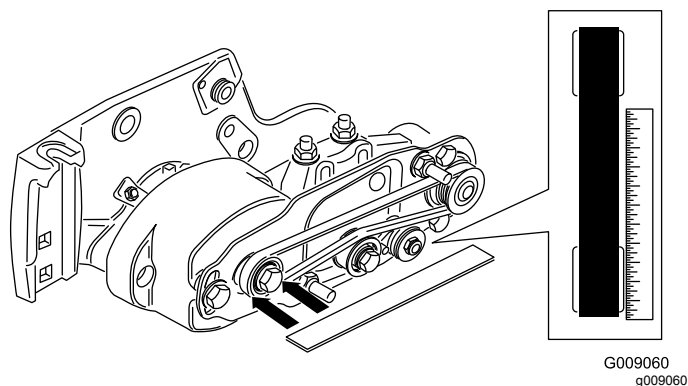

Figura 33
- Disponha uma régua de traçar ao longo da face externa da **polia de** transmissão (Figura 33). **Não** disponha a régua de traçar entre a transmissão e as polias da transmissão.